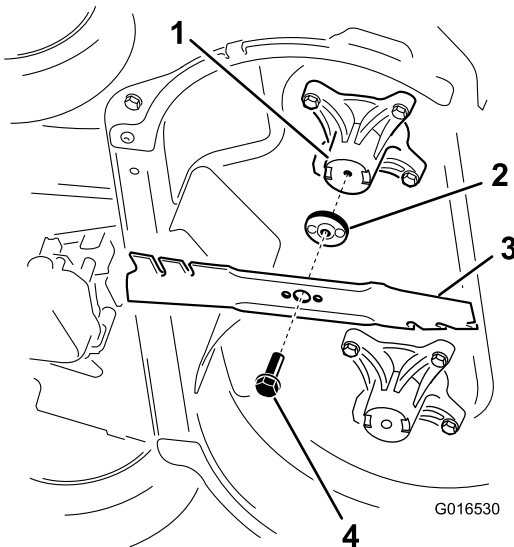

Bild 45
2. Entfernen Sie jedes Messer, siehe Bild 45.
1. Montieren Sie das erste Messer so, dass es horizontal ist, und all Befestigungen, wie in Bild 45 dargestellt.